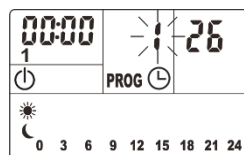

Fig.3
3. Pulse 2 veces el botón . Se mostrará el dígito "1" parpadeando (Fig.3).